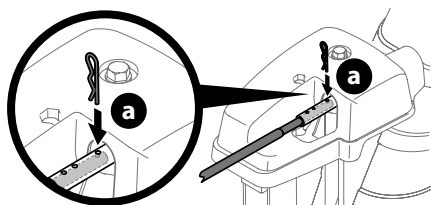

Figura 61
Siga este procedimiento para cambiar manualmente la dirección del canal en modelos equipados con un control eléctrico del canal (palanca de control) y varilla de control manual de rotación del canal solamente (Figura 61).
1. Retire el pasador de chaveta (a) de cualquiera de los orificios más alejados del conjunto del canal sobre el cabezal de control del canal (Figura 61).
2. Empuje la varilla de control del canal hasta que el orificio de la misma quede alineado con el tercer orificio del cabezal de control del canal (Figura 61).
3. Vuelva a insertar el pasador de chaveta (a) a través de este orificio y la varilla de control del canal (Figura 61).